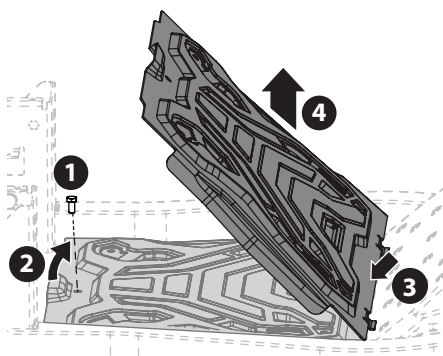

Figure 34
1. À l'aide de l'outil multiple (le cas échéant) ou d'une douille de 1,25 cm (1/2 po), retirez la vis à tête hexagonale (a) qui maintient le panneau de plancher en place (la partie 1 de la Figure 34).
2. Soulevez délicatement l'arrière du panneau de plancher (la partie 2 de la Figure 34).
3. Faites glisser le panneau de plancher vers l'arrière pour libérer l'avant du panneau de plancher (la partie 3 de la Figure 34).
4. Soulevez-le et retirez-le du tracteur (la partie 4 de la Figure 34).